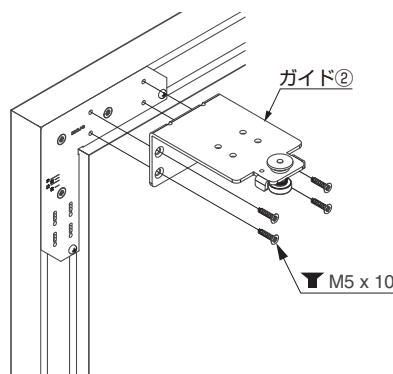

図 2-7-1
右図のように上にガイド②、下にローラー⑫、⑬を上下それぞれに組み込んでください(図 2-7-1)。